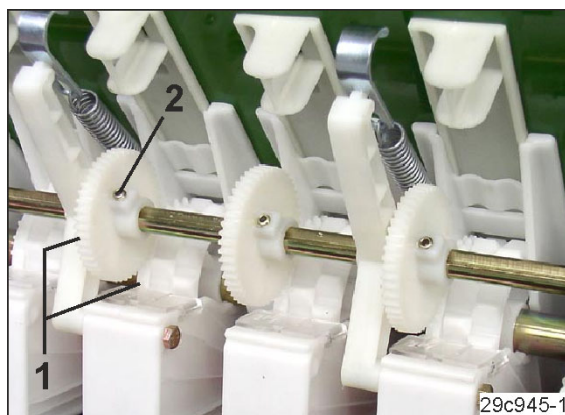

Fig. 244
6. Angrenați dinții (Fig. 244/1) pinioanelor de antrenare cu discurile de distribuție fine pentru cărările tehnologice.
7. Strângeți fără tensionare șuruburile Inbus (Fig. 244/1) ale pinionului de acționare în decupajul arborelui intermediar.